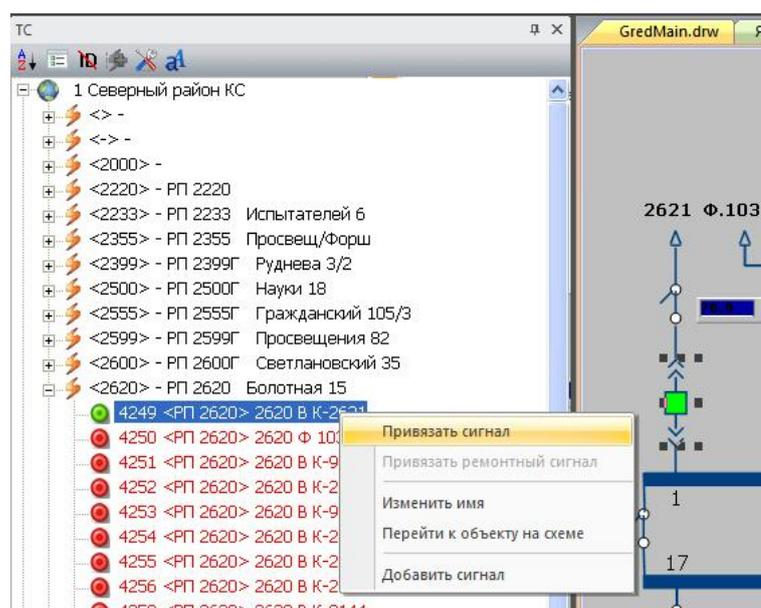

Рисунок 437 – Привязка ТС к объекту
- выбрать на схеме графический элемент Ячейка КРУ. Щелчком правой кнопки мыши в дереве ТС на телемеханическом сигнале выбрать команду контекстного меню «Привязать сигнал» (рисунок 437). В результате сигнал в дереве ТС выделится как привязанный;